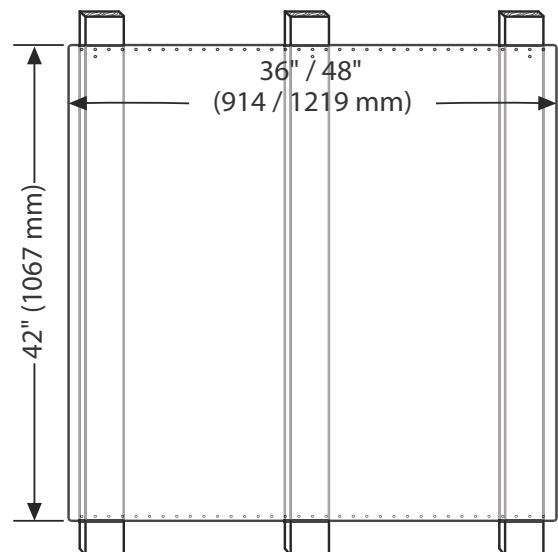

Figure 21 : Installation du dossieret de protection
- Utilisez deux vis fournies pour fixer le haut et le bas du dossieret de protection dans chaque montant de cloison (voir *Figure 21*).